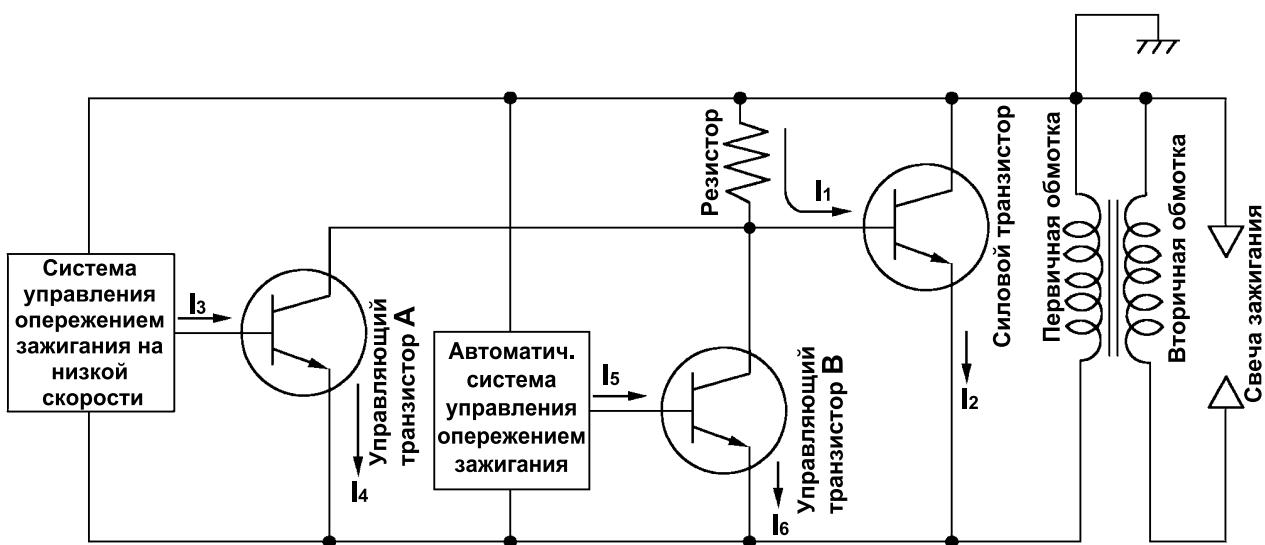

Рис. 6-1
- (2) При низкой частоте вращения двигателя, когда маховик достигает точки, соответствующей распределению зажигания на низкой скорости, срабатывает контур управления, подающий базовый ток I_3 , «отпирающий» управляющий транзистор А, пропускающий ток I_1 по байпасу в виде тока I_4 . В этот момент силовой транзистор «запирается» и ток I_2 резко прерывается, генерируя во вторичной обмотке катушки зажигания высокое напряжение, создающее искру в свече зажигания.
- (3) При высокой частоте вращения двигателя срабатывает система опережения зажигания, подающая в момент зажигания базовый ток I_5 , «отпирающий» управляющий транзистор В, пропускающий ток I_1 по байпасу в виде тока I_6 . В этот момент силовой транзистор «запирается» и ток I_2 резко прерывается, генерируя во вторичной обмотке катушки зажигания высокое напряжение, создающее искру в свече зажигания. Синхронизация автоматической системы опережения зажигания сдвигается в соответствии с повышением частоты вращения двигателя в направлении опережения, как показано на рис. 6-1 (б).